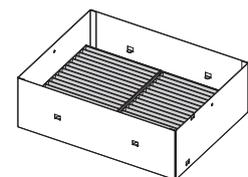

Figura 3
- Cuando las dos unidades de filtro de aire están instaladas **(Figura 3)**, continúe en “Instalación de la cubierta para filtro de larga duración” (➔ página 289).